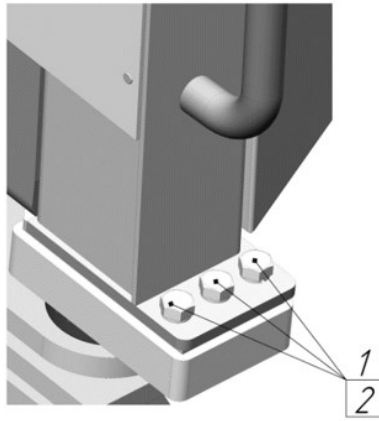

Рисунок 3.21. Крепление передней опоры
- ▶ Выкрутить с помощью ключей из комплекта ЗИП по три болта 1 из каждой опоры, расположенной в передней части, снять шайбы 2 рис. 3.21.
- ▶ Закрутить с помощью ключей из комплекта ЗИП по три болта с шайбами 1 и 2 в каждую из опор, расположенных в передней части кабины рис. 3.21;